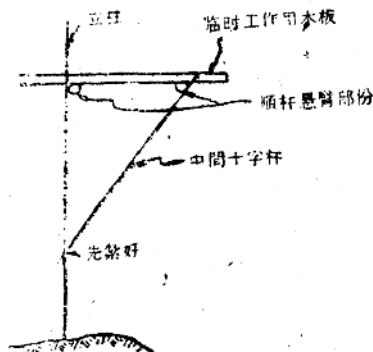

图9
4. 把一根立柱与一根中間十字杆預先繫好，由站在临时工作木板上的人員，把它插入河中，十字杆上端須从順杆底下套过，如图9。